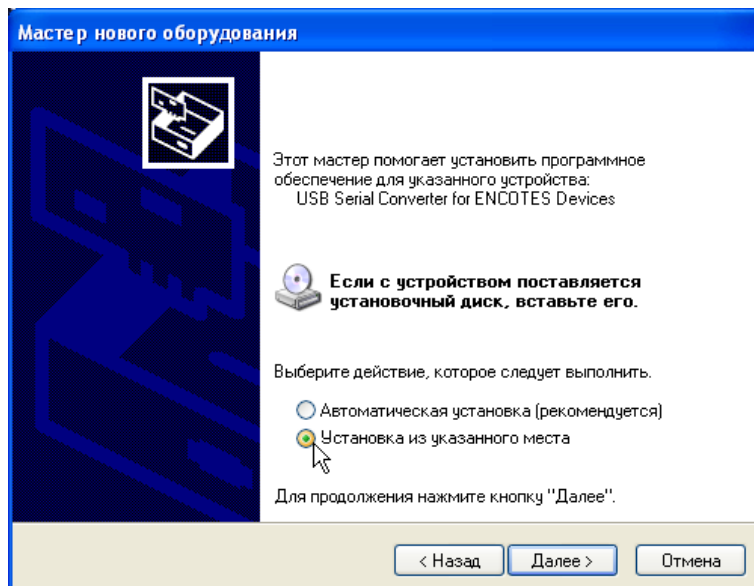

Рис.10. Выбор способа установки драйвера
4. Выбрать действие «Нет, не в этот раз» и нажать кнопку "Далее". В появившемся окне (см. рис.10) выбрать действие «Установка с указанного места».